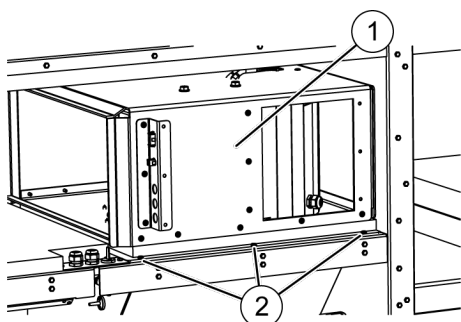

Abb. 30: Abluftventilator
- 16.** Abluftventilator (Abb. 30/1) demontieren. Dazu die Befestigungsschrauben (Abb. 30/2) lösen und den Abluftventilator (Abb. 30/1) nach vorne herausziehen.